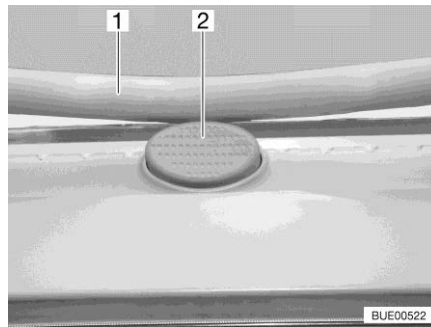

Bild 64 Låsknapp (Heki-taklucka)
- Tryck på låsknappen (Bild 64,2) och dra ner bygel (Bild 64,1) med båda händerna.
- Tryck bygel uppåt med båda händerna tills bygel ligger ovanför låsknappen (Bild 64,2).